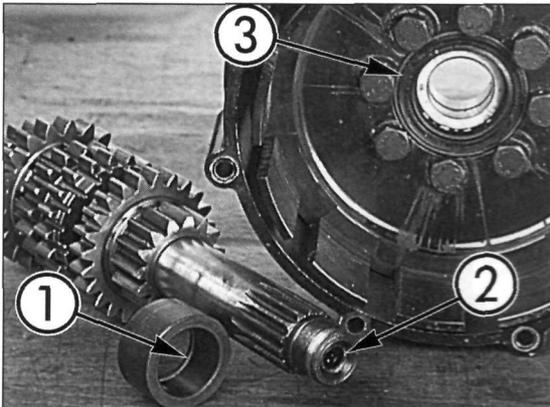
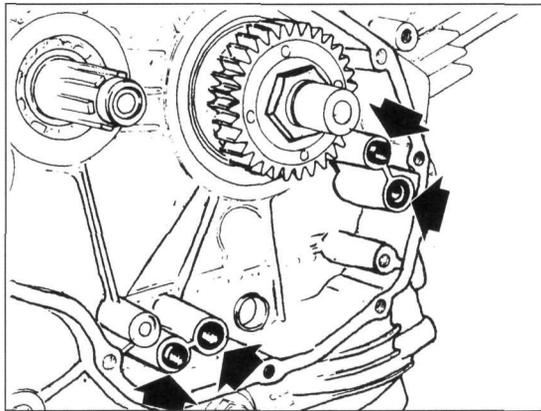
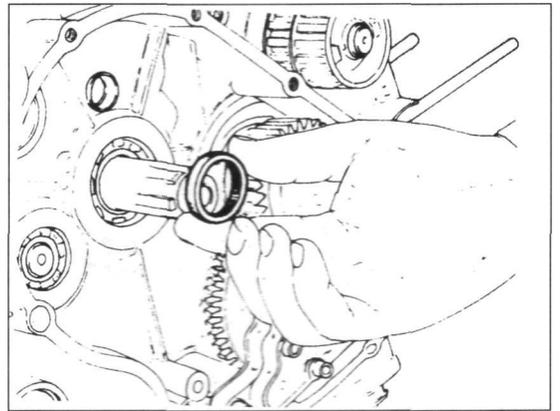

Bild 114
Bild 120 ►
Bild 121
- Distanzstück (Bild 120) und Antriebsrad (Bild 121) samt Lagern und Wellendichtring auf Hauptwelle aufsetzen. Es folgt Distanzstück mit neuem Dichtring (Bild 114).